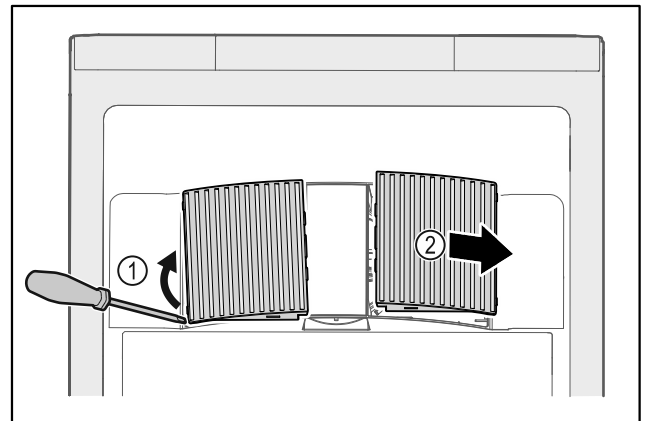

Fig. 228
- ▶ Bänd försiktigt loss flätkåporna på sidan Fig. 228 (1) och ta av dem framåt Fig. 228 (2).